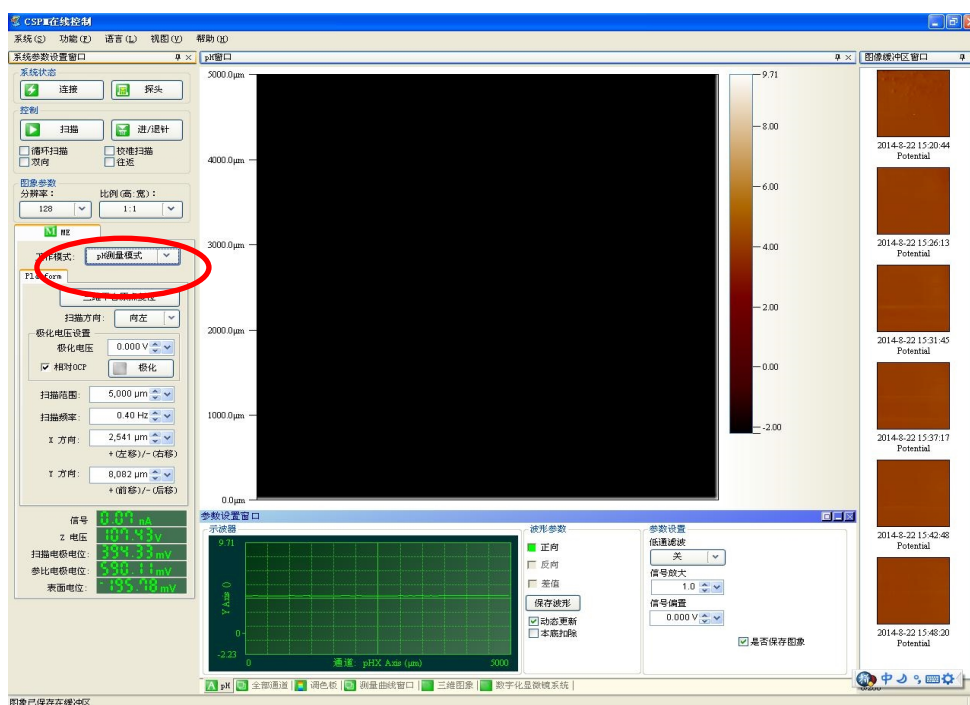

图3-18 微区pH值分布扫描界面
2) 在“扫描隧道”工作模式下, 将扫描探针接线与Pt微探针相连, 即与较长的接线相连。“自动进针”至电压小于180V时即可完成进针, 不必进行“单步进针”; 退回工作页面后, 将工作模式调回“pH值浓度分布”。输入探针对应的斜率和截距值, 回车, 关闭对话框(图3-18)。